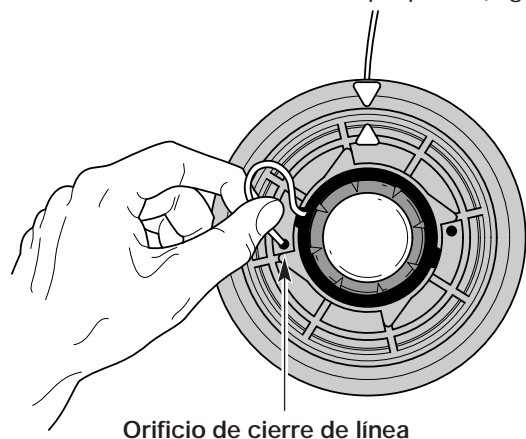

Fig. 20
5. Inserte la línea en el orificio de cierre (Fig. 20). No empuje la línea más de 12,7 mm (1/2 pulgada) dentro del orificio de cierre. Cuando la línea está bien insertada, formará un bucle pequeño (Fig. 20).